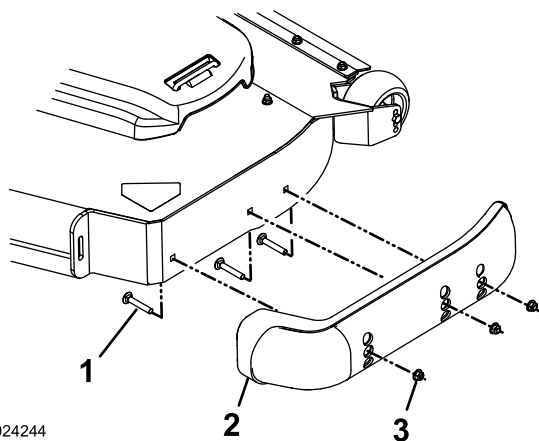

Figure 28
3. Retirez les boulons à embase et les écrous de chaque patin (Figure 28).